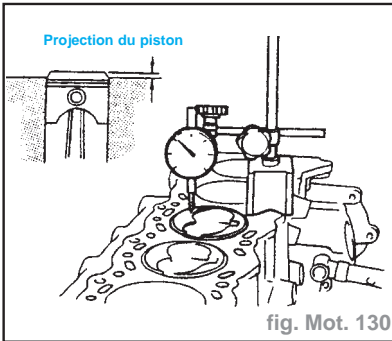

fig. Mot. 130
- Mesurer la hauteur de dépassement du piston (fig. Mot. 130).